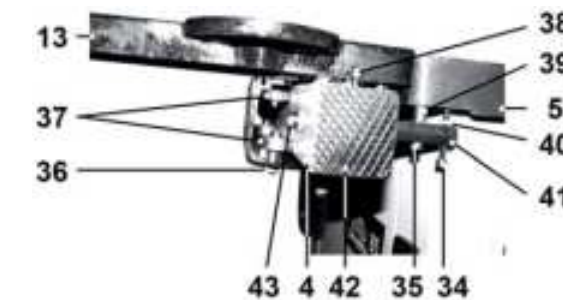

Рис.4
8.2.1. Установите и закрепите направляющую (4) на рабочем столе (5) болтом (35) через втулку (39) и болтом (43) к держателю (41), как показано на Рис.4. Винтами (34) отрегулируйте параллельность направляющей (4) относительно рабочего стола (5), положение зафиксируйте гайками (40), Рис.4.
8.2.3. Проверьте правильность установки. Если при перемещении подвижного стола (13) прилагается значительное усилие, или подвижный стол (13) перемещается очень легко (имеет люфт), необходимо отпустить гайки фиксации (36), установить подшипники (37) так, чтобы подвижный стол (13) свободно перемещался по направляющей (4), но при этом не было люфта, Рис.4.
8.2.4. Проверьте и убедитесь, что подвижный стол (13) находится в одной плоскости с рабочим столом (5). При необходимости регулировочными винтами (34) отрегулируйте положение подвижного стола (13) относительно рабочего стола (5). Положение зафиксируйте гайками (40), Рис.4.